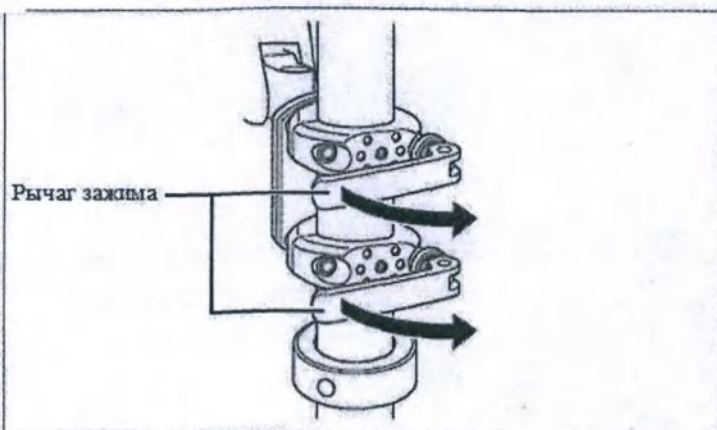

Рисунок 24
1. Для ослабления зажима поверните рычаги зажима в направлении, указанном стрелками (см. рисунок 24).